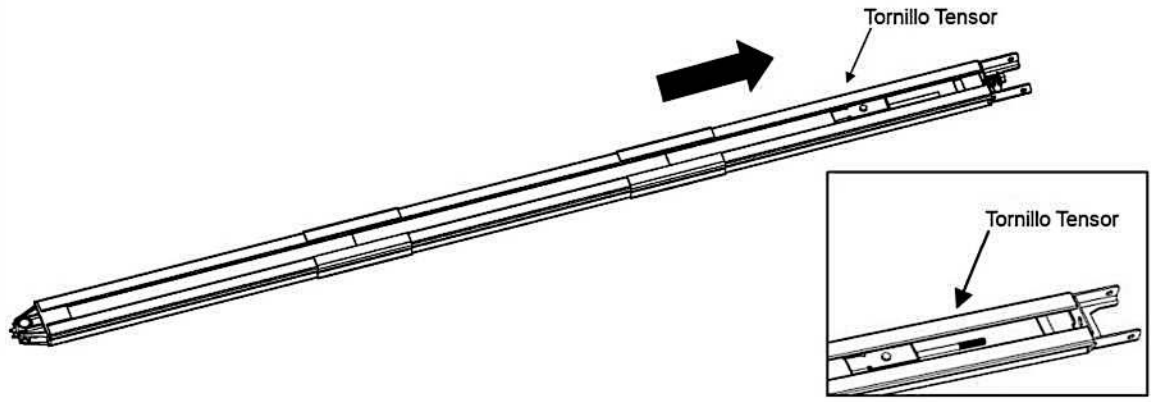

Fig.11
**Paso 1. Corte el Cinturón de Plástico y Jale el Tornillo Tensor Junto con la Cadena en el Interior del Riel "C" hasta la Posición Adecuada. (Fig.11)**